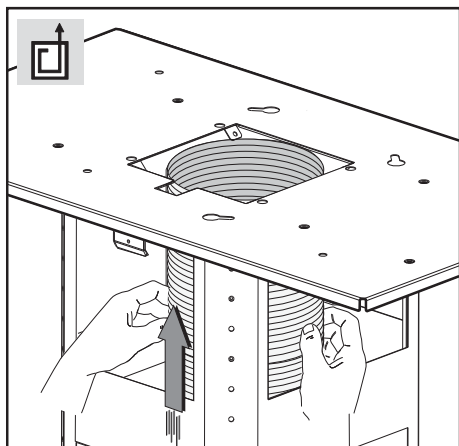

Fig.9
- **Versão aspirante:** prenda o tubo flexível ao furo de evacuação do ar preparado (fig.9).